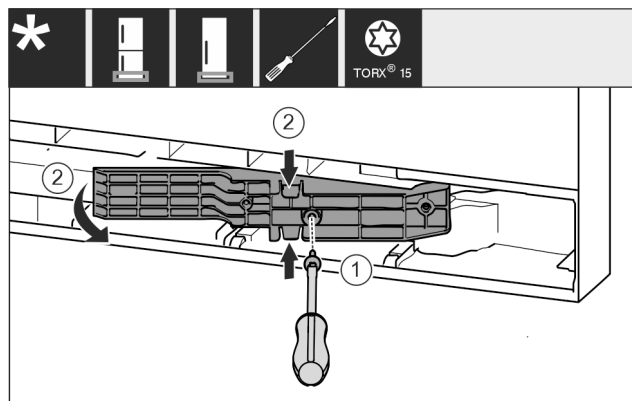

Fig. 18 *
- ▶ Śruby odkręcić przy pomocy śrubokręta T15. Fig. 18 (1)*
- ▶ Wyciągnąć element adaptera. Fig. 18 (2)*